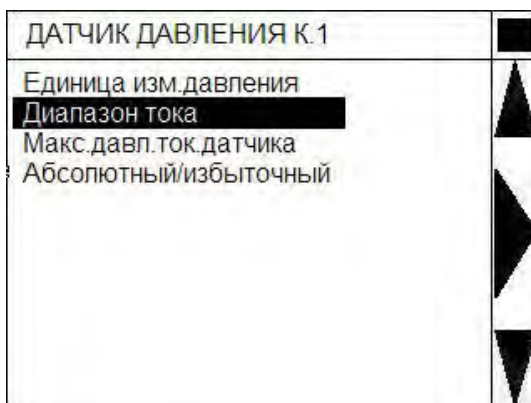

Рисунок 21 — Меню «ДАТЧИК ДАВЛЕНИЯ»
3.4.7.6 Выделив строку «Датчик давления» в меню «ЗАВОДСКИЕ УСТАНОВКИ КАНАЛА» и активировав её, можно просмотреть заводские установки датчика давления конкретного канала (рисунок 21).